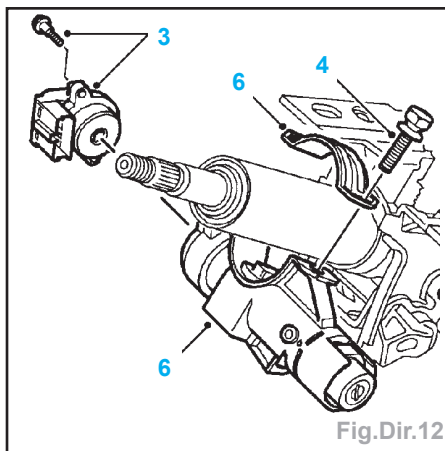

Fig.Dir.12
- Enlever les 2 vis (3) et déposer le contacteur à clef (Fig.Dir.12).
- Pointer le centre des boulons à tête cisailleable (4).
- Déposer le cavalier d'antivol de la colonne et dégager l'antivol de la colonne (6).
- Donner un coup de poinçon au centre des deux boulons (4) de l'antivol de direction.
- Déposer le cavalier d'antivol de colonne et déposer l'antivol de la colonne (6) (Fig.Dir.12).